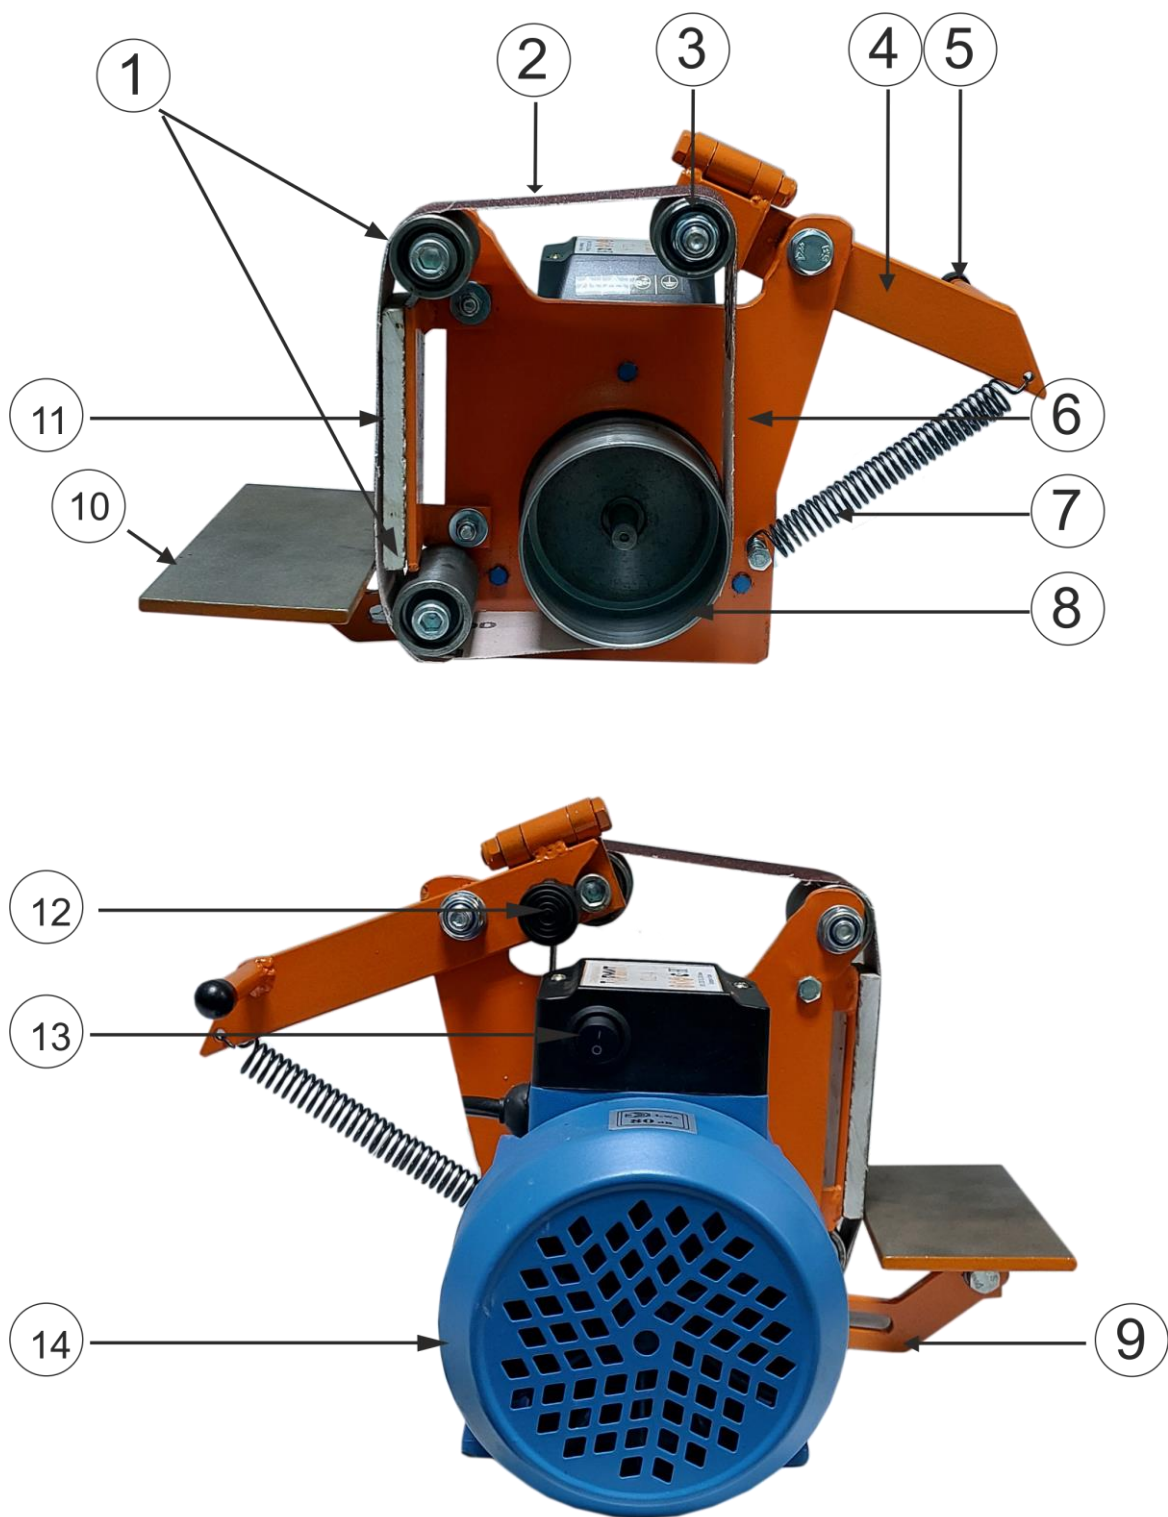

рис. 1
- 5.2 В комплект станка входят детали согласно рис. 1, руководство по эксплуатации и комплект крепежа, частично установленный на станок до его продажи. Проверьте комплектность станка согласно рис. 1. **ВНИМАНИЕ:** крепеж для крепления станка на стол (верстак и т.д.) в комплект не входит и приобретается покупателем самостоятельно.
- возьмите двигатель (15) с установленной на него рамой (6), приводным шкивом (8) и приводными роликами (1) и установите его на ровную поверхность;
- двумя болтами М6 прикрепите упорную плиту (11) к раме (6);
- закрепите кронштейн стола (9) на раме (6) болтами М8;
- установите рабочий стол (10) на кронштейне (9) с помощью болта М8;
- прикрепите натяжитель (4) к раме (6);
- установите пружину (7), зацепив ее за специальные болты рамы (6) и натяжителя (4);
- стоя перед станком, потяните на себя рычаг натяжения ленты (5), тем самым растянув пружину (7), установите ленту (2), как показано на рис. 1. Отпустите рычаг.. Обратите внимание, что лента имеет направление движения, указанное на ней стрелкой;
- включение и выключение станка производится выключателем (13);
- произведите пробный запуск станка, нажав выключатель (13) и соблюдая требования безопасности п. 3 и 4 настоящего руководства и отрегулируйте положение ленты на роликах (1,3,8) путем вращения регулировочного винта (12);
- установите рабочий стол (10) на нужный Вам угол. Станок готов к работе.
- 6.8 Изношенные или порванные шлифовальные ленты могут повредить обрабатываемое изделие. Убедитесь в том, что вы своевременно заменили шлифовальную ленту. Замена ленты: стоя перед станком, потяните на себя рычаг натяжения ленты (5), тем самым растянув пружину (7), снимите установленную ленту (2) и установите новую ленту (2), как показано на рис. 1. Отпустите рычаг. Обратите внимание, что лента имеет направление движения, указанное на ней стрелкой. Включите станок. Отрегулируйте положение ленты на роликах (1,3,8) путем вращения регулировочного винта (12).